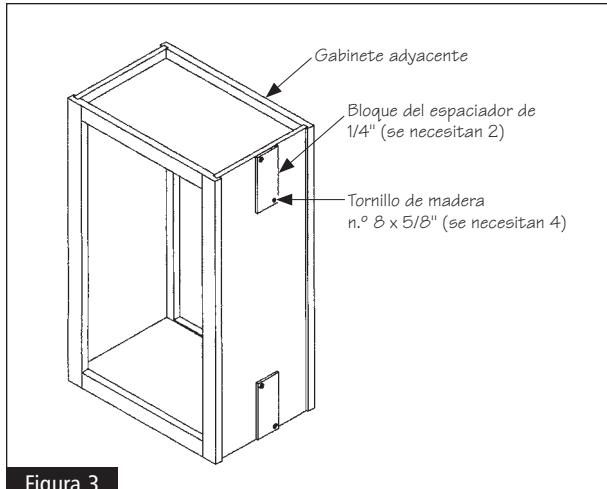

Figura 3
- 1 Avance al paso #2 si desea fijar la pared de extremo de repisa (SEW) a un panel lateral de 1,91 cm de grosor. Determine en qué lado del gabinete en península adyacente va a instalar ambos SEWs. Corte el espaciador de madera de 1/4" a la mitad y fíjelo al panel posterior del gabinete adyacente. El espaciador debe ir centrado del frente hacia atrás en el panel lateral. Perfore y avellane dos agujeros guía de 3/32" de diámetro a través de cada uno de los espaciadores y fíjese éstos al panel lateral del gabinete usando dos tornillos de madera n.º 8 x 5/8" por cada espaciador. Asegúrese de que la cabeza del tornillo esté alineada con la superficie del espaciador. Vea la figura 3.